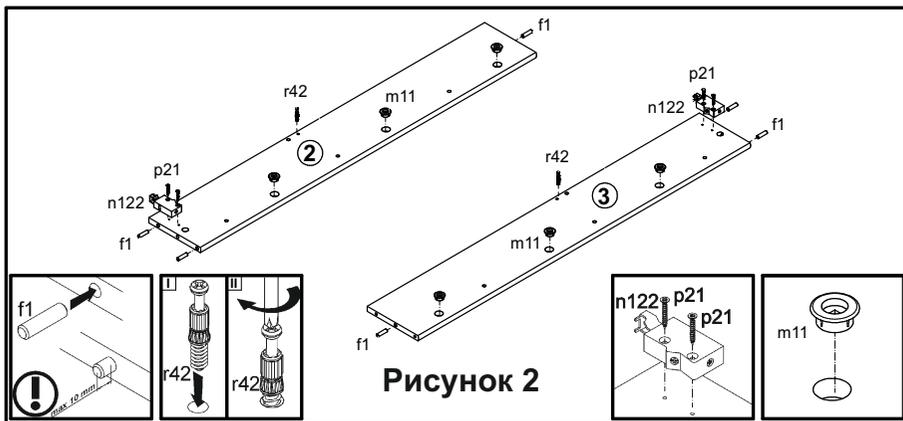

Рисунок 2
4. В отверстия $\varnothing 20$ мм на внутренних поверхностях стенок боковых **2, 3** вкрутить шайбу петли откидной **m11**, как показано на рис. 2.
6. В отверстия $\varnothing 3$ мм (кернения) на внутренних поверхностях стенок боковых **2, 3** закрепить кронштейны для навешивания **n122** шурупами **p21** (см. рис. 2).